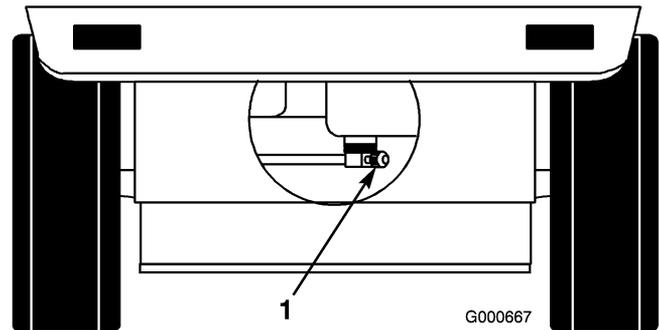

Figure 38
3. Fermez le robinet d'arrivée de carburant sur le réservoir (Figure 38).
8. Ouvrez le robinet d'arrivée d'essence sur le réservoir (Figure 38).